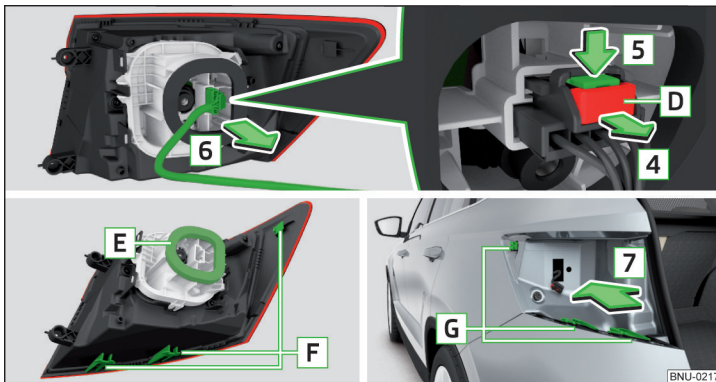

Fig. 353 Retirer la prise / Monter la lampe
- Tirez sur la fiche du verrouillage **D** dans le sens de la flèche **4** » fig. 353.
- Décalez le connecteur dans le sens inverse de la flèche **6** » fig. 353 dans l'éclairage.
- Veillez à ne pas coincer le faisceau de câbles entre la carrosserie et l'ampoule **E** » fig. 353 lors du remontage – risque d'endommagement de l'installation électrique et de pénétration d'eau.